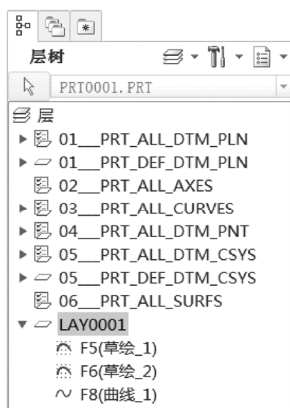

图 1-49 层树
4) 在“层属性”对话框中单击“确定”按钮，创建的新层按数字、字母顺序出现在层树的适当位置处，如图 1-49 所示。值得注意的是，在树中显示层时，首先是按数字、名称层排序，然后按字母、数字、名称层排序；字母、数字、名称的层按字母排序。